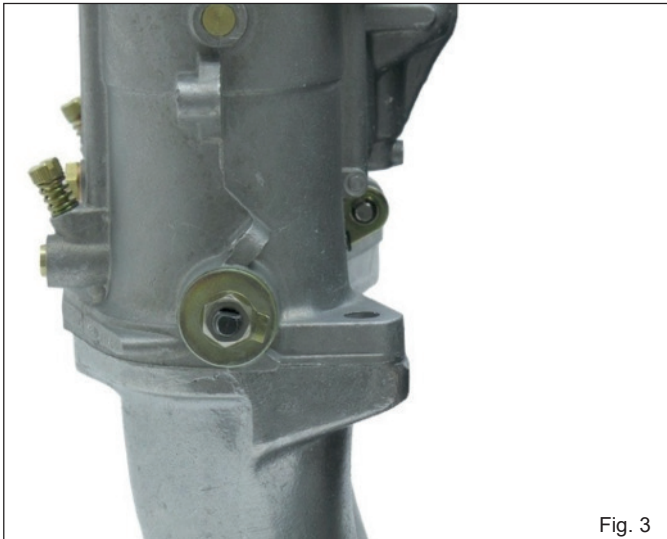
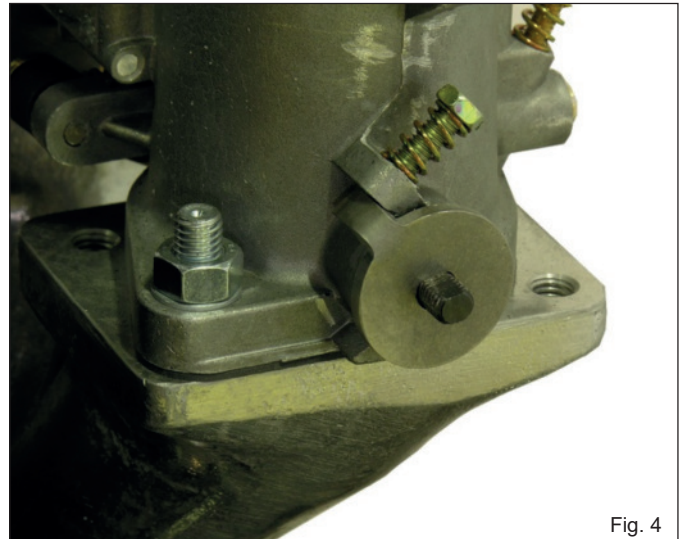

Fig. 3
Fig. 4
- Carefully bend the lock tab on the front throttle shaft retaining nuts and remove the nuts. (Fig.3)
- Install the supplied stop levers the way shown in the pictures. (Fig.4)
- Biegen Sie, an beiden Vergasern, das Sicherungsblech der (in Fahrtrichtung) vorderen Drosselklappenwellenmutter mit einem Schlitz- Schraubendreher zurück (Fig.3).
- Lösen und Entfernen Sie die Mutter SW11 und Sicherungsblech der Drosselklappenwelle. Der originale Drosselklappenhebel bzw. die Distanzscheibe (Fig.3) wird gegen den beigelegten Anschlaghebel ausgetauscht. (Fig. 4)